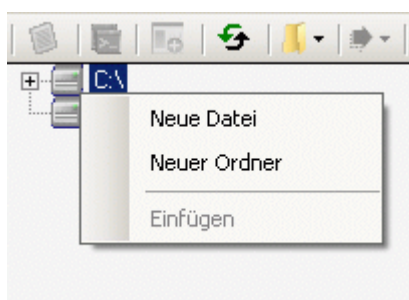

Abbildung 17: Laufwerksoperationen
18.1. Im linken Bereich der Anwendung (s. h. Abbildung 17) sehen Sie Ihr Dateisystem wo Sie Ihre bestehenden Programme, die als Dateien zugrunde liegen, verwalten. Durch ein Rechtsklick auf das Laufwerk öffnet sich wie in Abbildung 17 ein Kontextmenü wo Sie weitere Dateioperationen durchführen können.